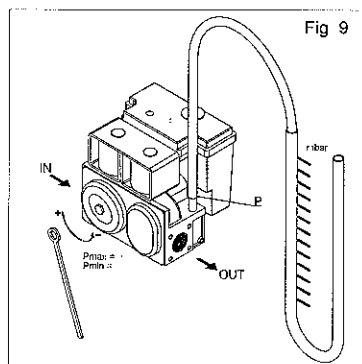

Fig 9
- tirar o parafuso "P" (Fig.9) sobre a tomada de pressão na válvula;